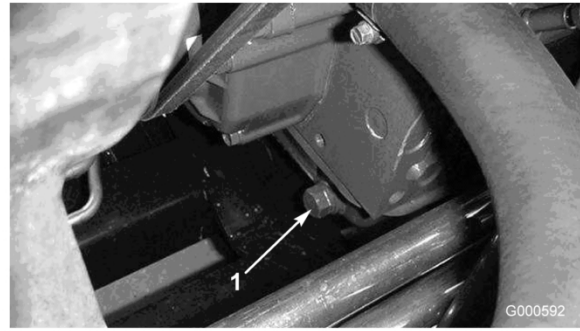

Figura 31
1. Retire o tampão de escoamento traseiro (Figura 31) e deixe o óleo escorrer para um recipiente adequado. Quando o óleo parar, volte a montar o tampão de escoamento.